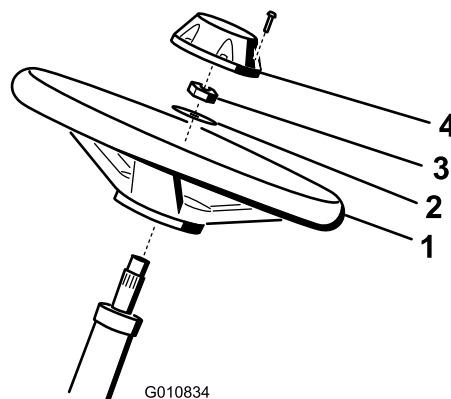

Рисунок 3
1. Наденьте рулевое колесо на рулевой вал (Рисунок 3).
2. Наденьте шайбу на рулевой вал (Рисунок 3).
3. Закрепите рулевое колесо на валу контргайкой и затяните ее с моментом 27-35 Нм Рисунок 3
4. Установите крышку рулевого колеса и закрепите ее винтом (Рисунок 3).